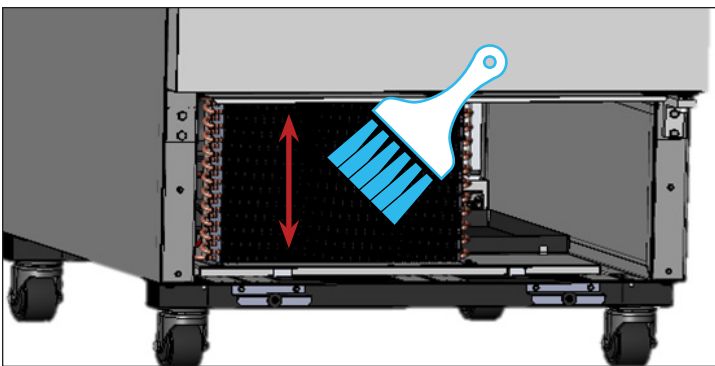

Fig. 3. Nunca pase el cepillo en perpendicular a las aletas del serpentín.
3. Con un cepillo de cerdas duras, limpie con cuidado la suciedad acumulada en las aletas del serpentín delantero del condensador. Véase la fig. 3.